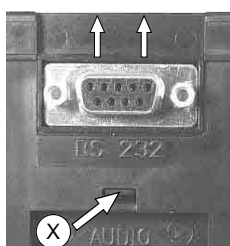

Fig. 9
- Décrocher l'ergot (X) (Fig. 9) et tirer l'embase RS 232 (option) vers le haut.
- Detach the locking lug (X) (Fig. 9) and lift the RS 232 socket board.